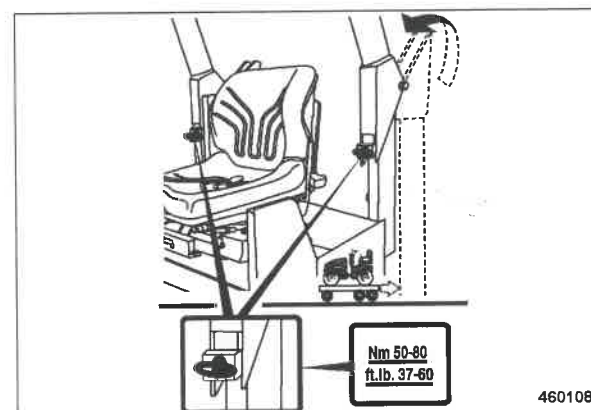

Fig. 86
- Ribaltare il ROPS ribaltabile verso l'alto (Fig. 86).